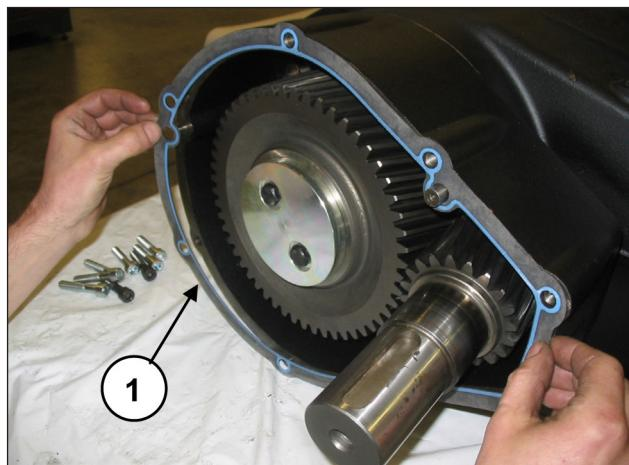

Abb. 65
Bringen Sie die 3 Stifte Ø12x24 am Getriebegehäuse an (Pos. ①, Abb. 64) und setzen Sie die Dichtung ein (Pos. ①, Abb. 65).